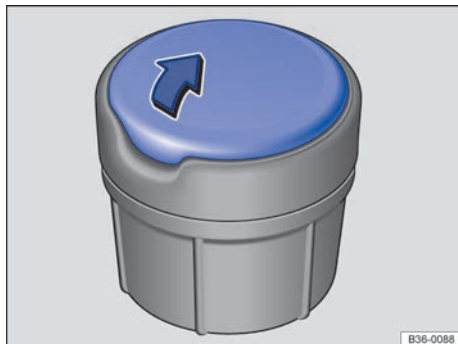

Fig. 152 Cenicero portátil.
- Para *abrir* el cenicero, levante la tapa del mismo → fig. 152 en el sentido de la flecha.